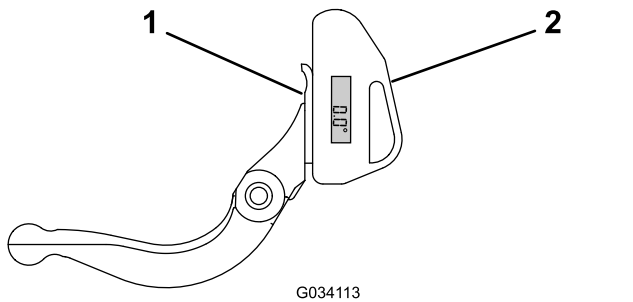

Figura 24
- 1. Coloque o indicador do ângulo no lado inferior da lâmina de corte, como se mostra na Figura 24.